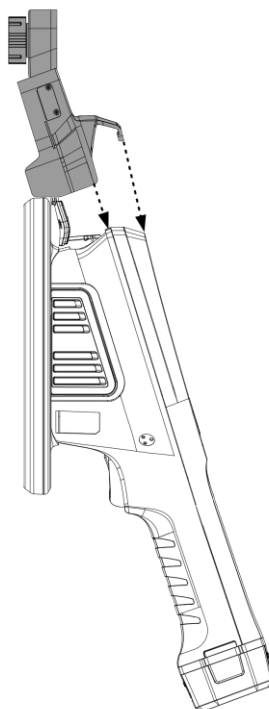

Figura 2-3 Alinhamento do suporte e do gerador de imagens termográficas
2. Alinhe o suporte e o gerador de imagens termográficas de acordo com a direção da seta (consulte *Figura 2-3*), deixando a extremidade do suporte paralela à estrutura da câmara.